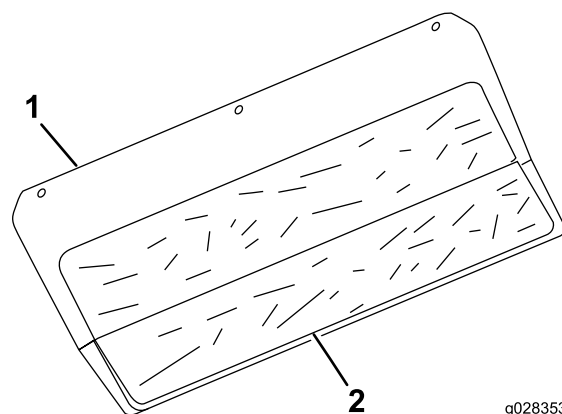

図 4
- 防熱シールドの裏紙をはがして 図 4 のように後パネルのエンジン側の面に貼り付ける。